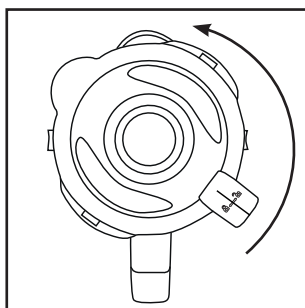

Fig. 1
- 2) Îndepărtați capacul **2** rotindu-l în sens antiorar, în poziția ➡ (a se vedea fig. 1), până când îl puteți ridica.